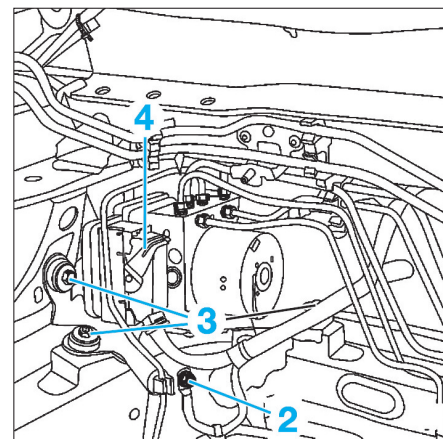

FIG. 22
- Déposer le fil de masse (2) et débrancher le connecteur (3) du groupe hydraulique (Fig.22).